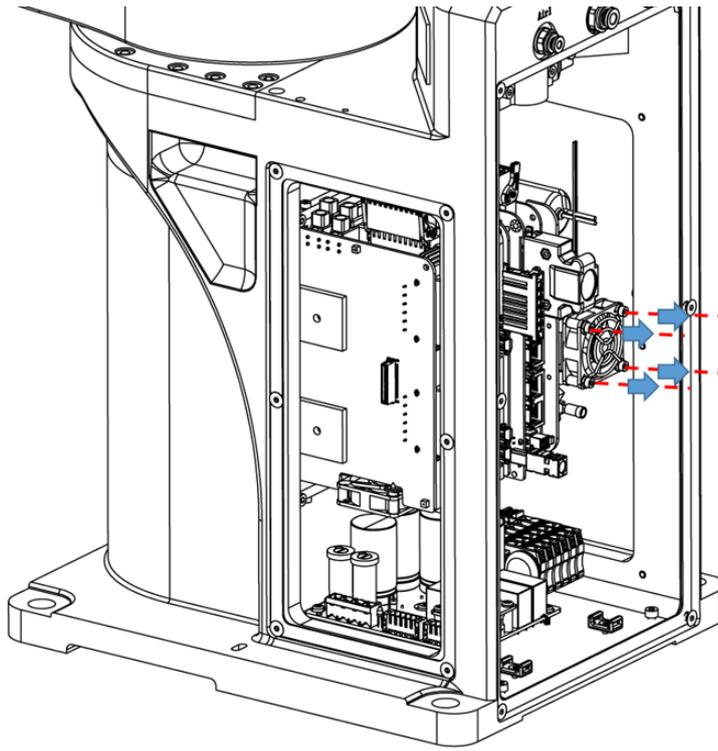

图 5-23 拆除电源模块散热风扇
**步骤4** 使用内六角扳手拆卸电源模块散热风扇紧固螺钉，如图 5-23 所示